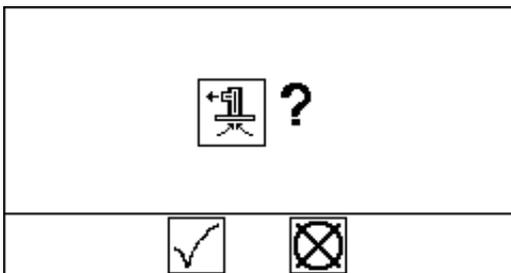

FIG. 12: Confirmación del cebado
4. Pulse la tecla Cebiar la bomba . La pantalla pide al operador que confirme. Vea la FIG. 12. Seleccione para comenzar a cebar.